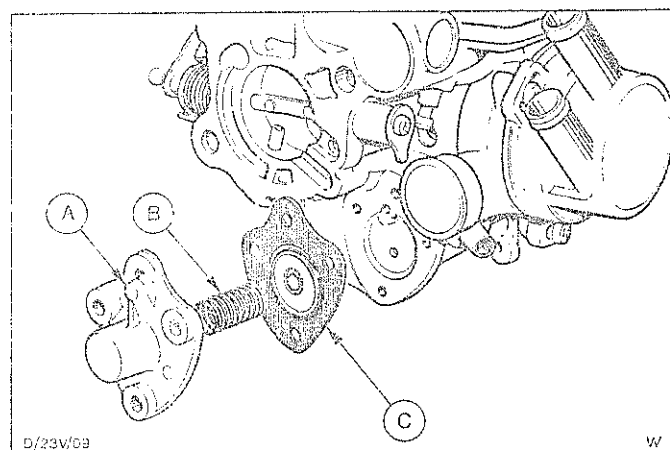

Abb.50 Beschleunigerpumpe
14. Beschleunigerpumpen-Membraneinheit in der gezeigten Reihenfolge zusammenbauen, Abb.50.